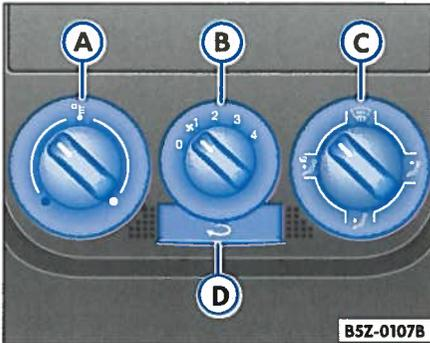

Abb. 78 Detail in der Instrumententafel: Bedienelemente der Heizung
- Mit den Reglern ⇒ **Abb. 78 A** und **C** und mit dem Schalter **B** stellen Sie die Temperatur, die Gebläsestufe und die Luftverteilung ein.